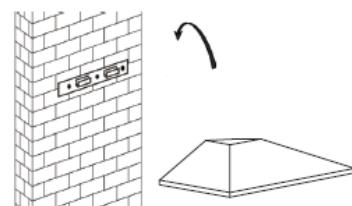

Fig. 2
5. Hæng emhætten op på vægholderen (fig. 2).